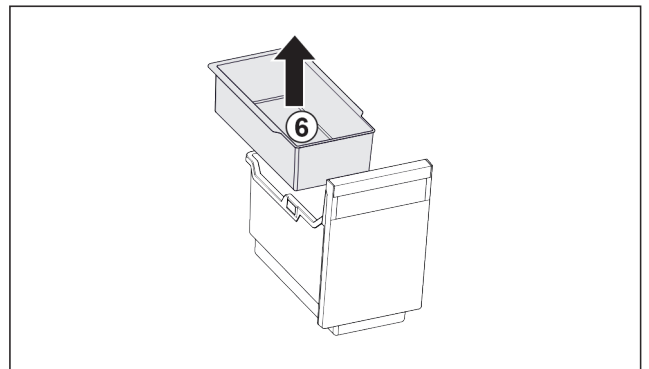

Fig. 101
- ▶ Retirar la bandeja suspendida Fig. 101 (6).